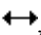

Рисунок 4-37 Пример текстовой графики.
- Вы можете изменить тип шрифта в выпадающем меню “Font”. SKWorkshop предлагает практически все шрифты. Смотрите рисунок 4-37